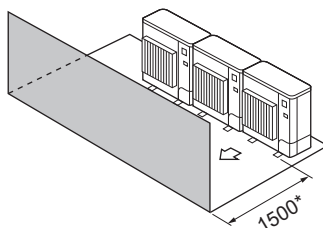

Fig. 2-15
- ③ Перешкоди лише спереду (Fig. 2-15)